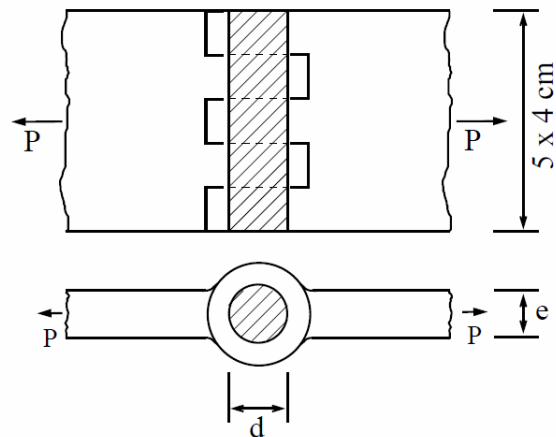

Figura 2.8
2.2.2 Uma articulação com um pino da Figura 2.8 deve resistir a uma força de tração de $P = 60$ kN. Calcular o diâmetro do pino e a espessura mínima da chapa. Tensão de corte admissível 50 MPa e tensão normal admissível 120 MPa.